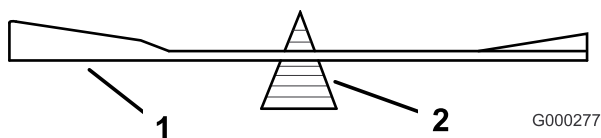

Figure 59
2. Vérifiez l'équilibre de la lame en la plaçant sur un équilibreur (Figure 59). Si la lame reste horizontale, elle est équilibrée et peut être utilisée. Si la lame est déséquilibrée, limez un peu l'extrémité de la partie relevée seulement (Figure 59). Répétez cette procédure jusqu'à ce que la lame soit équilibrée.